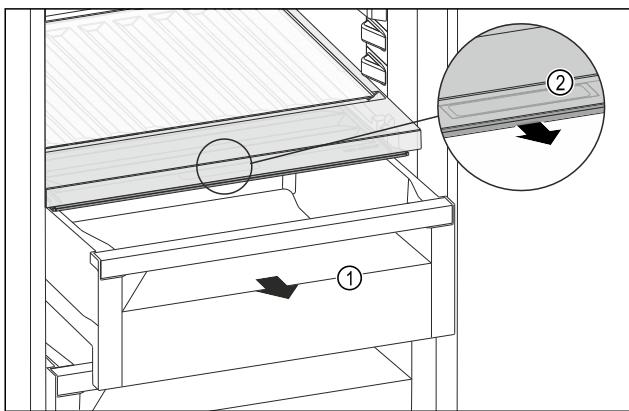

Fig. 133
- ▶ 拉出抽屉 Fig. 133 (1)。
- ▶ 抓住抽屉盖上的内嵌式拉手 Fig. 133 (2)，并同时向前拉出抽屉盖。